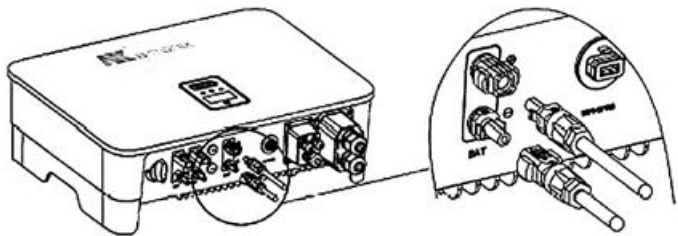

Abbildung 3.25
6. Stecken Sie den positiven und den negativen Stecker jeweils in die entsprechenden Batterieklammern des Wechselrichters. Ein „Klick“-Geräusch zeigt an, dass sich die Baugruppe an der vorgesehenen Position befindet, wie in Abbildung 3.25 dargestellt: